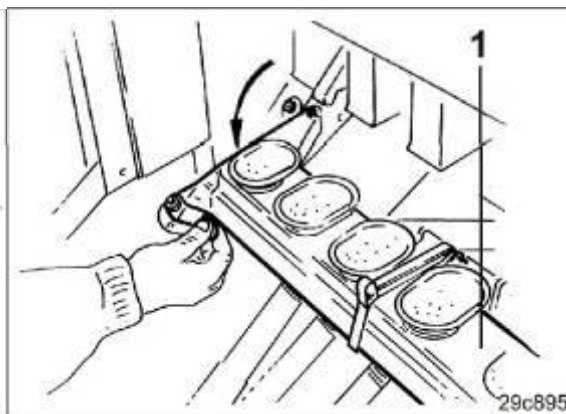

Рис.63
3. Опустите планку с воронками (Рис. 63/1).